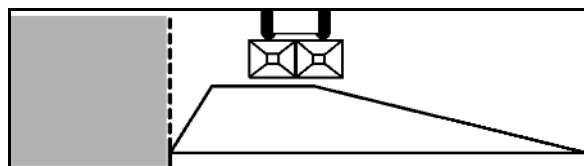

Bild 72
2. Dikesspridning enligt gödsel förordningen (Bild 72):